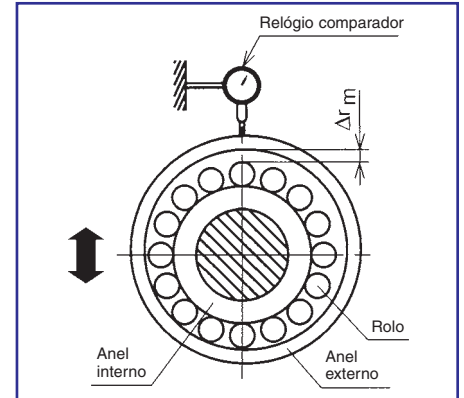

Fig. 6
4. Empurre o anel externo para cima e para baixo e verifique a folga radial entre o anel externo e os elementos rolantes (\*1). Repita os passos 3 e 4 até obter um valor para folga radial próximo de 0,005 mm (\*2) (fig. 6).